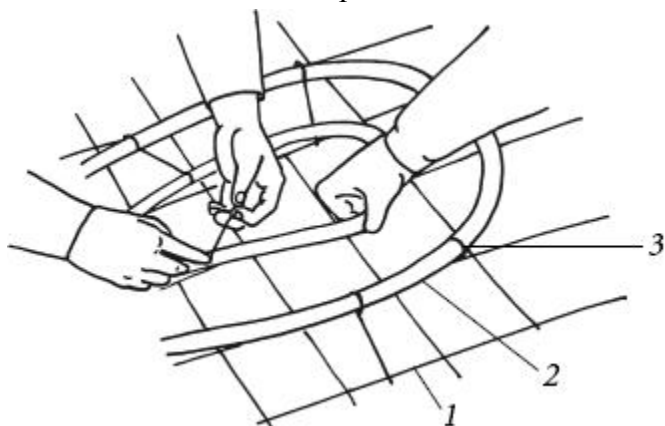

Рис. 29. Монтаж трубопровода водяного
3. По теплоизоляции или стяжке производят монтаж теплого пола. Сначала по имеющейся поверхности расстилают стальную армирующую сетку с размером ячейки 15 см и диаметром стержней 4 – 5 мм, закрепляя ее монтажным методом. Затем приступают к монтажу трубопровода, закрепляя трубы пластиковыми хомутами по армирующей сетке (рис. 29). Хомуты могут быть также закреплены на дюбели. Возможен монтаж труб на прочный утеплитель (например, ЭППС) с помощью специальных клипс и зажимов без установки армирующей сетки. Для системы выбирают трубы из полиэтилена или металлопластика диаметром 2 см или более.